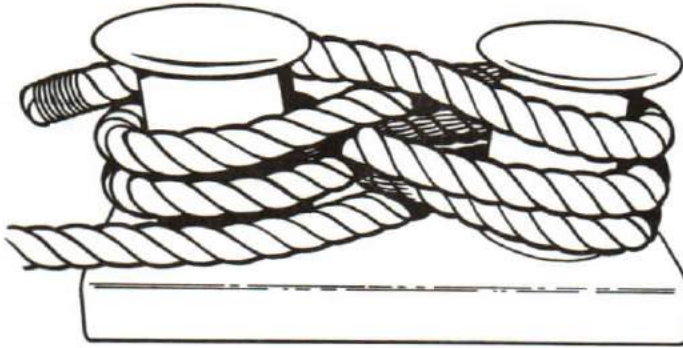

Figure 11-3
4. Ship's berthing lines are led over the ship's side through fairleads which have smooth edges to reduce the wear and the nip or sharp bending of the rope. See Figure 11-2. On the outboard end there is normally a soft eye which may be slung over a bollard on the jetty. See Figure 11-3. On the inboard end these ropes are turned up on bollards in a figure of eight manner. Often, the top cross between the bollards will be seized.
4. Les aussières d'amarrage du navire passent hors du bord par des chaumards; la bordure lisse des chaumards diminue l'usure aux aussières et empêche la formation de coques ou de coudes brusques (voir la figure 11-2). L'extrémité hors du bord se termine normalement par une épissure à oeil qui peut être capelée à une bitte sur le quai (voir la figure 11-3). À bord, les amarres sont tournées en huit sur des bittes. Le brin supérieur de cet enroulement est fréquemment bridé entre les bittes.